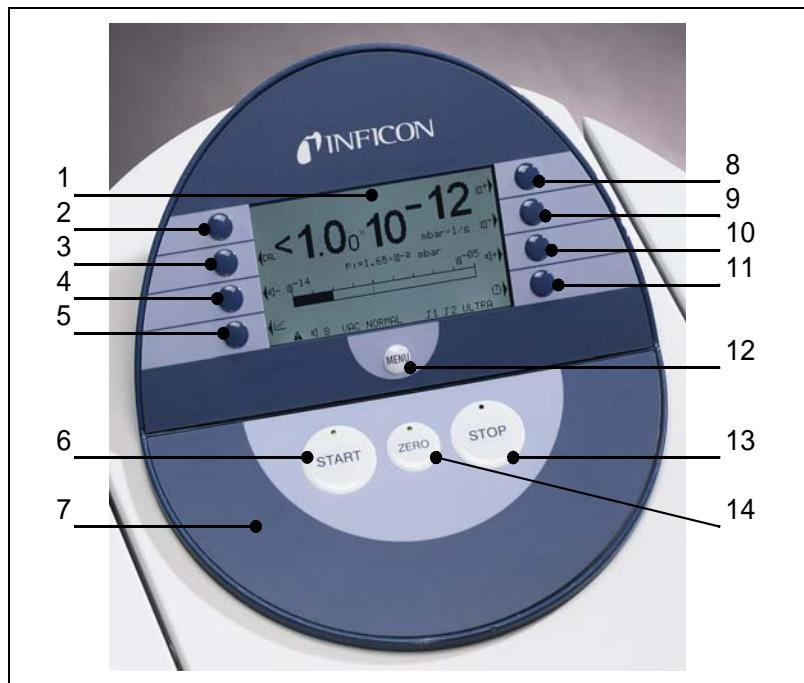

Fig. 4-2 Unité de commande
L'Unité de commande Fig. 4-2/7 comprend un affichage à cristaux liquides (LCD Display), les touches **START**, **STOP**, **ZERO** (suppression du fond) et **MENU** ainsi que huit autres touches pour les divers menus et entrées.
L'Affichage LCD Fig. 4-2/1 représente l'interface de communication avec l'opérateur. Les taux de fuites, les messages d'état du détecteur de fuites, les messages, les avertissements et les messages d'erreurs apparaissent sur l'unité de commande.
La commande de la **Touche START** Fig. 4-2/6 active le UL5000 de manière qu'il commence les mesures. Si la touche START est encore une fois actionnée en mode de mesure, l'indication du taux de fuites maximal (fonction de maintien) est activée. Le taux de fuites maximal survenu depuis le „START“ est alors indiqué. La fonction de maintien est réinitialisée en appuyant à nouveau sur la touche START.
L'actionnement de la **Touche STOP** Fig. 4-2/13 interrompt les mesures. Si la touche est actionnée pendant longtemps, l'admission est remise à l'air conformément aux conditions qui ont été définies dans le menu **Retard de la remise à l'air**. Voir chapitre **6.6.1.2 Retard de la remise à l'air** pour régler les paramètres de temps pour la remise à l'air.
L'activation de la **Touche ZÉRO** Fig. 4-2/14 active la suppression du fond.
L'actionnement de la touche *MENU* (Fig. 4-2/2) provoque l'affiche le menu de sélection quel que soit le mode de service, sauf pendant le calibrage.
La fonction des huit touches à gauche ou à droite de l'affichage Fig. 4-2/2 ... /5 et /8 ... /11 dépend du menu qui a été sélectionné.
- La touche no. 1 Fig. 4-2/2 est affectée à la fonction *retour/interrompre* .
- La touche no. 8 Fig. 4-2/11 est la touche de confirmation (OK).